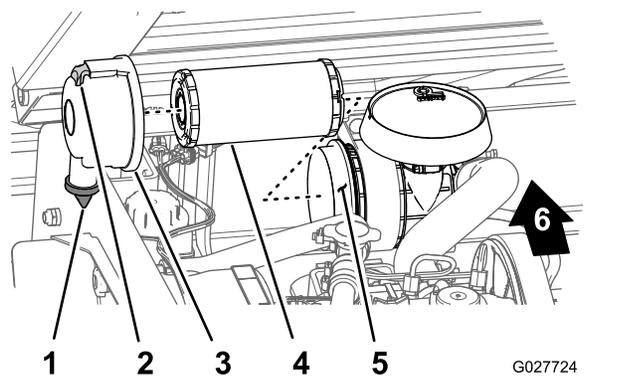

Рисунок 28
2. Проверьте корпус воздушного фильтра на наличие повреждений, которые могли бы вызвать утечку воздуха (Рисунок 28).
3. Потяните защелку наружу и поверните крышку воздушного фильтра против часовой стрелки (Рисунок 28).
5. Во избежание излишнего запыления соблюдайте осторожность при извлечении фильтрующего элемента из корпуса воздушного фильтра (Рисунок 28).